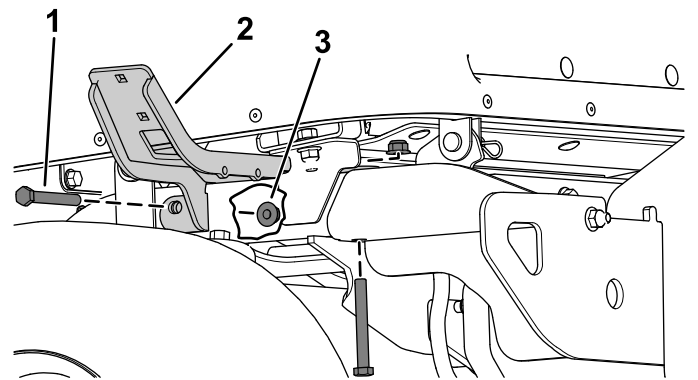

Figur 21
1. Ta bort flänskruven (3/8 x 2 3/4 tum) och flänsmuttern (3/8 tum) som fäster stötfångaren vid det bakre röret på ramen på varje sida av stötfångaren (Figur 21).